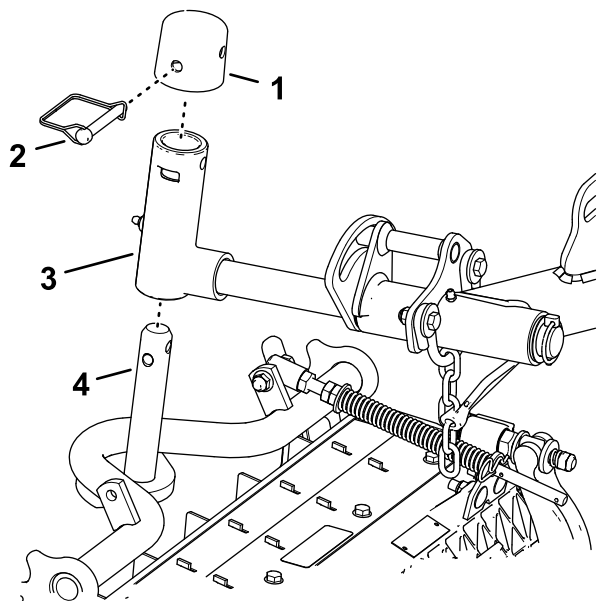

Figura 25
1. Glisai o unitate de tăiere sub braul de ridicare (Figura 25).
Blocai pivoii unității de tăiere pentru a preveni rotirea unităților de tăiere în pantă, atunci când tăiați iarba într-o zonă deluroasă. Folosii orificiul de pe axul pivot al braului de ridicare (Figura 25), pentru a bloca unitatea de tăiere. Folosii fanta pentru o unitate de tăiere cu sistem de direcție.